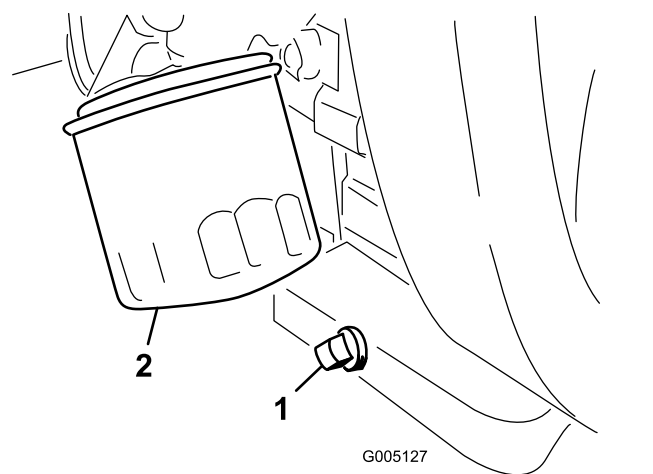

Figura 28
2. Togliete il filtro dell'olio (Figura 28).
1. Togliete il tappo di spurgo (Figura 28) e lasciate defluire l'olio in una bacinella. Quando l'olio cessa di defluire, rimontate il tappo.